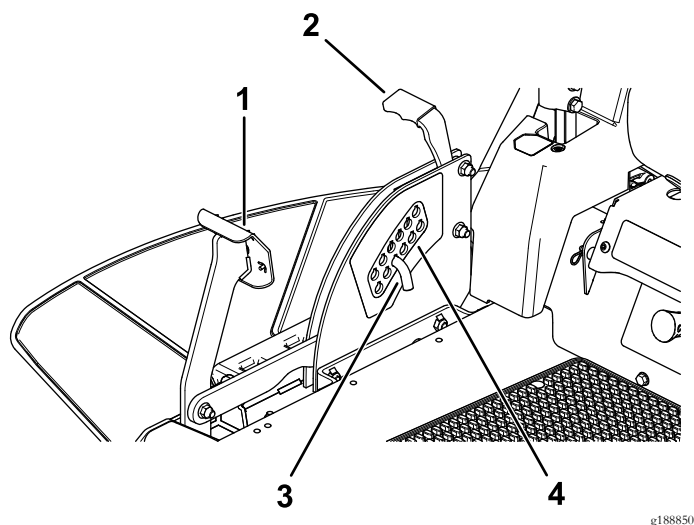

Figura 28
1. Empurre o pedal de elevação da plataforma com o pé e suba a plataforma de corte até à posição de bloqueio de transporte (bem como a posição da altura de corte de 114 mm) como se mostra na Figura 28.
2. Para ajustar, remova o pino do suporte da altura de corte (Figura 28).
3. Selecione um orifício no sistema da altura de corte que corresponda à altura de corte desejada e insira o pino (Figura 28).